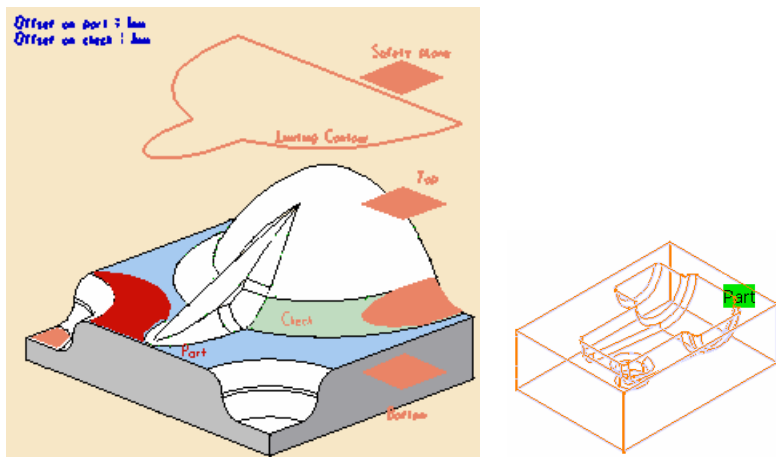

图 3-159 定义加工区域（10）
- 定义加工区域（10）。单击“Contour-driven.1”对话框中的，切换到几何参数选项卡，右键单击对话框中的目标零件感应区，选择整个零件作为加工对象，如图 3-159 所示，在空白处双击鼠标左键返回。